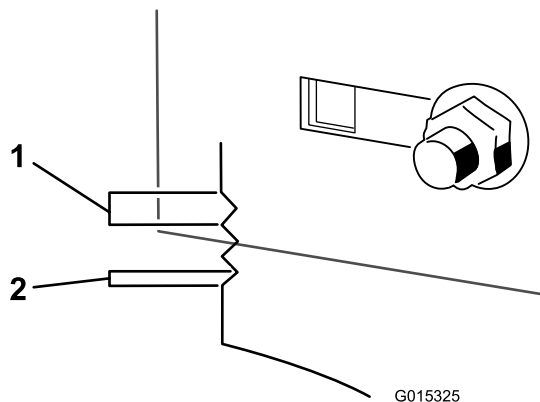

Figura 53
**Nota:** Cada entalhe é equivalente a 6,35 mm, enquanto um único lado é 3,2 mm como se mostra em Figura 53.